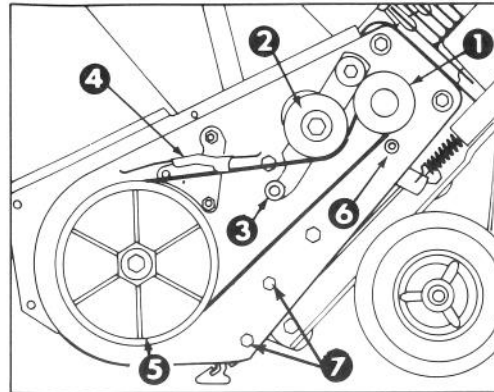

Figure 14
4. Retirer les 2 boulons à tête et écrous qui font tenir le support de logement inférieur à la plaque latérale (cf. fig. 14).
#### 3. ENLEVEMENT DE LA COURROIE (Fig. 14)
(Fig. 14) — Enroulez la courroie autour de la poulie du moteur, sous la poulie folle, sur le